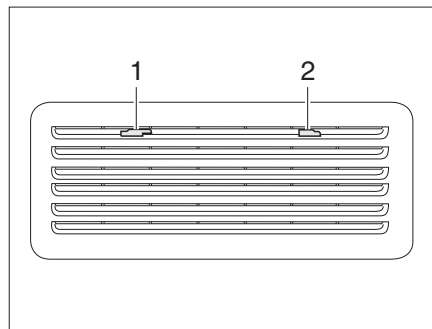
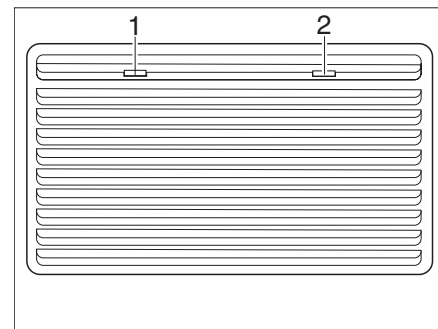

Fig. 137 Grille d'aération du réfrigérateur (Thetford petit)
Fig. 138 Grille d'aération du réfrigérateur (Thetford grand)
- Faire glisser les dispositifs de blocage (Fig. 137,1 et 2 ou Fig. 138,1 et 2) vers le centre.